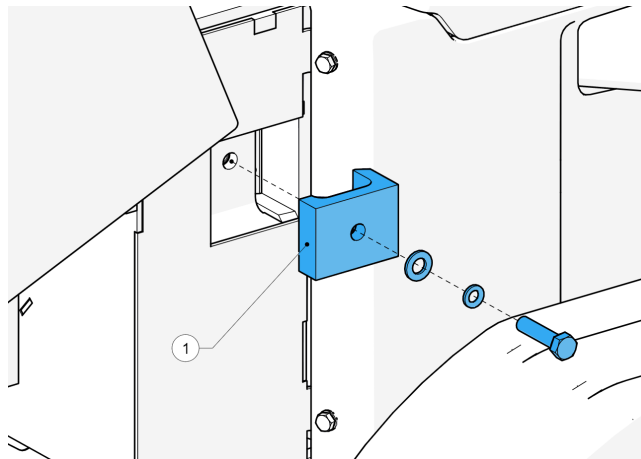

Figure 64 - Position de la fixation de l'enclume
4. Localisez la fixation de l'enclume (1, Figure 64).